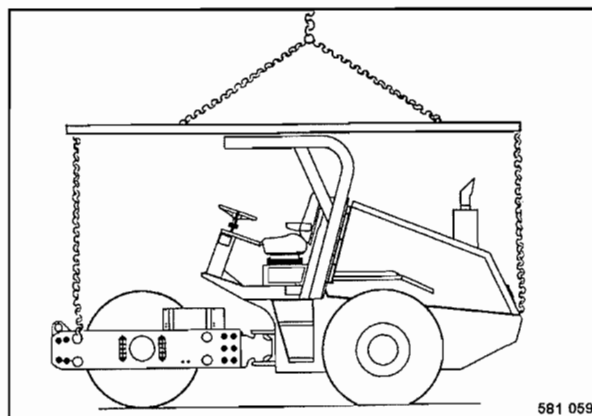

Fig. 53
- Para elevar también hay que hacer uso de las cuatro armellas (Fig. 53) y dispositivo de elevación.